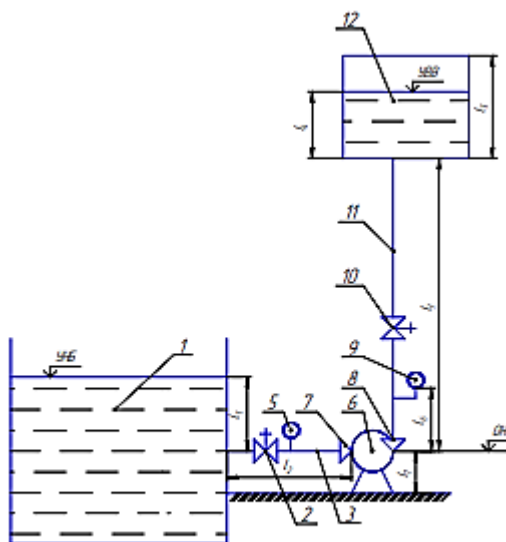

Рис. 1 Схема насосной установки
4. Определить напор, создаваемый насосом (рис. 1), если показание прибора 5 (1, 5 кгс/см²), а прибора 9 (8,8 атм). Насос работает с производительностью 1200 м³/час. Диаметр всасывающего трубопровода 600 мм, напорного 500 мм. Расстояние между точками замеров давления (0,5 м).
6. Определить требуемый напор насоса (рис. 1) при следующих данных: $\ell_1 = 17$ м, $\ell_2 = 20$ м, $\ell_3 = 50$ м, $\ell_4 = 3$ м, $\ell_5 = 4$ м, $\ell_6 = 0,3$ м, $\ell_7 = 0,5$ м. (не все данные нужны для расчета); производительность насоса 10 л/с; диаметр всасывающего трубопровода 0,1 м, диаметр напорного трубопровода 0,08 м. При определении значения местных сопротивлений и гидравлических сопротивлений по длине руководствоваться схемой на рисунке 1.